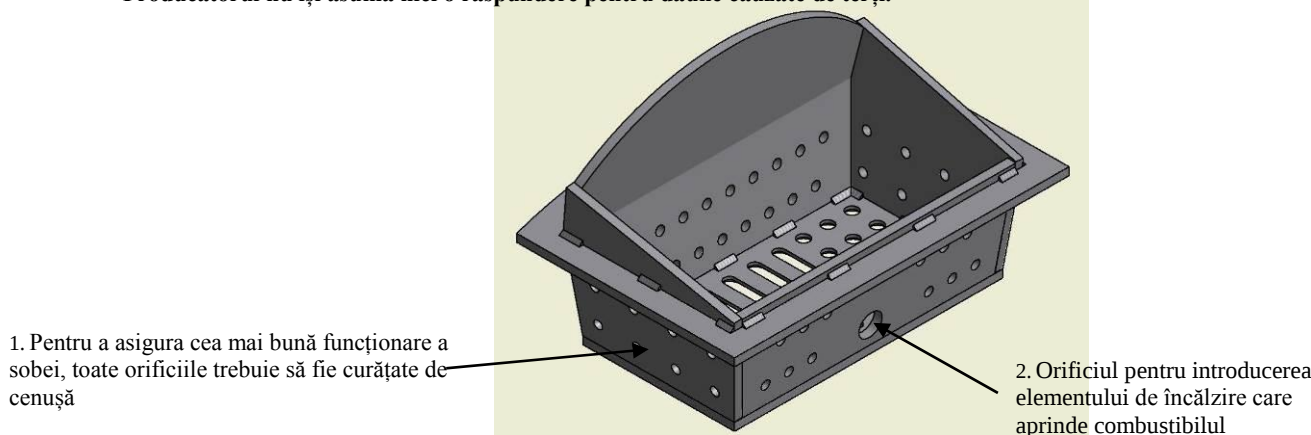

Figura 11
- CAMERA DE ARDERE (în formă de cutie) – Acolo ard peleți din masă lemnoasă. Vezi figura 11. Vă recomandăm să curățați camera de ardere cu ajutorul unui aspirator **în fiecare zi**, după fiecare utilizare (când soba s-a răcit). Vă recomandăm să scoateți camera de ardere **în fiecare zi** și să verificați dacă sunt prea mulți peleți nearși, cenușă sau zgură, care se depun pe partea de jos a camerei de ardere. După aceea, puneți cutia înapoi la loc și fixați-o ferm pentru a asigura funcționarea sobei în condiții de siguranță. Camera de ardere trebuie să stea dreaptă, orizontală, nu trebuie să se agațe de capetele șuruburilor din spate și nu trebuie să stea înclinată! Banda de etanșare de pe partea inferioară a sobei trebuie să fie la locul ei și să nu fie deteriorată.